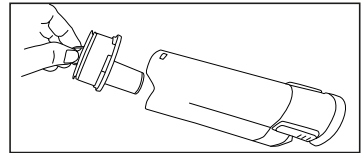

Fig. 2
6. Alignez la cartouche à filtre sur le réservoir à poussière et faites-la glisser en place (Fig. 2).